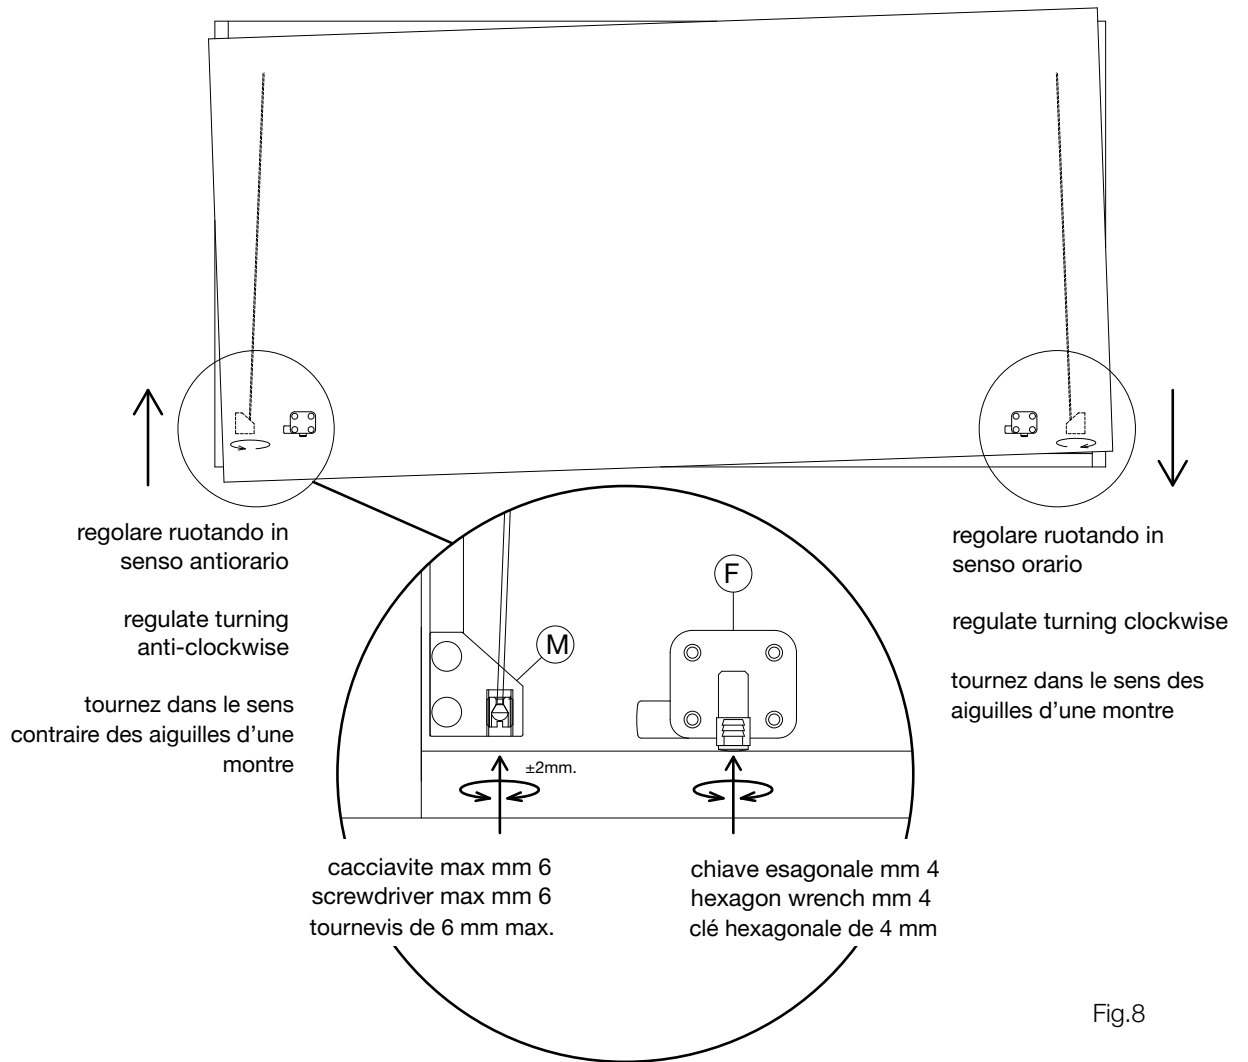

Fig.8
Regolare quindi con un cacciavite a taglio (max mm 6) il grano inserito all'interno delle staffette di fissaggio (M) fino ad ottenere un ottimale allineamento tra anta e struttura. La regolazione massima è di + o - mm 2 per non far uscire il grano dalla staffa (fig.8).
Togliere i paracolpi in gomma dagli arresti laterali (F) ed agire sui grani posti all'interno con la chiave esagonale da mm 4 fino ad avvenuta regolazione. Infine riposizionare i paracolpi (fig.8).
Regulate with a screw driver (max 6mm) the screw present in the connection elements (M) until you obtain an perfect alignment between structure and door. The maximum possible regulation is +/- 2mm to avoid the screw to fall out from the connection element. (fig.8)
Remove the bumpers from the lateral stoppers and act on the screws placed on the inside using the 4mm hexagon wrench until a correct regulation in obtained. Then replace the bumpers at their place. (fig.8)
Utilisez un tournevis (6 mm max.) pour régler la vis située à l'intérieur des éléments de connexion (M) jusqu'à ce la porte et la structure soient parfaitement alignés. Le réglage maximum possible est d'environ 2 mm, pour ne pas que la vis sorte de l'élément de connexion. (fig. 8)
Retirez les butées des butoirs latéraux et réglez les vis situées à l'intérieur de ceux-ci à l'aide d'une clé hexagonale de 4 mm jusqu'à ce que la porte soit à la hauteur appropriée. Remettez ensuite les butées en place. (fig. 8)